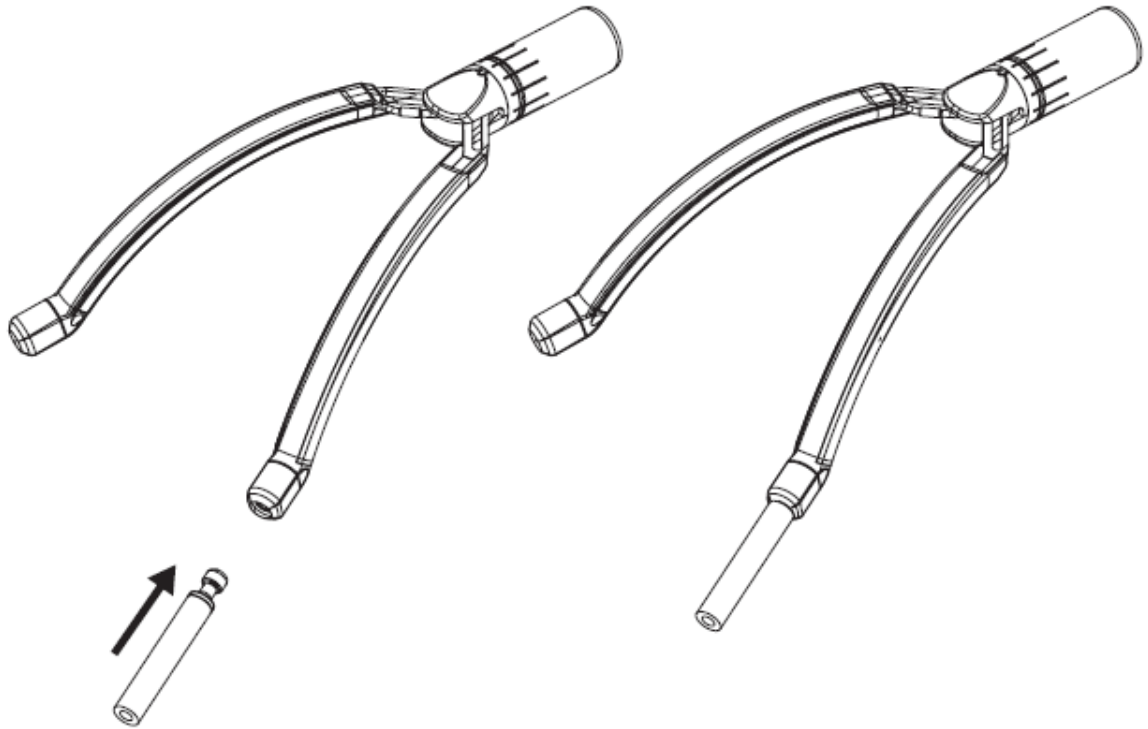

Figura 10. Desconexión de guías de Mezcaltl dispositivo
- b. Desconecte las guías del dispositivo (Ver Figura 10).